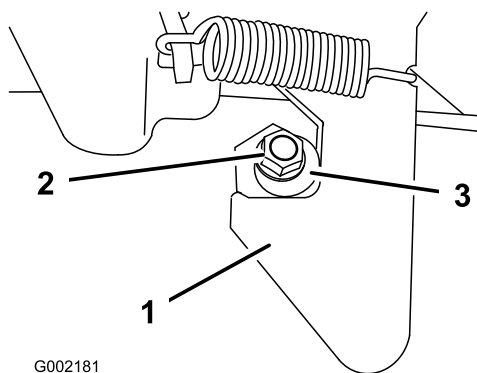

Figure 25
1. Desserrez l'écrou au bout du montant de verrouillage (Figure 25).
2. Tournez le montant dans le sens horaire jusqu'à ce qu'il soit bien serré contre le verrou, puis serrez l'écrou (Figure 25).